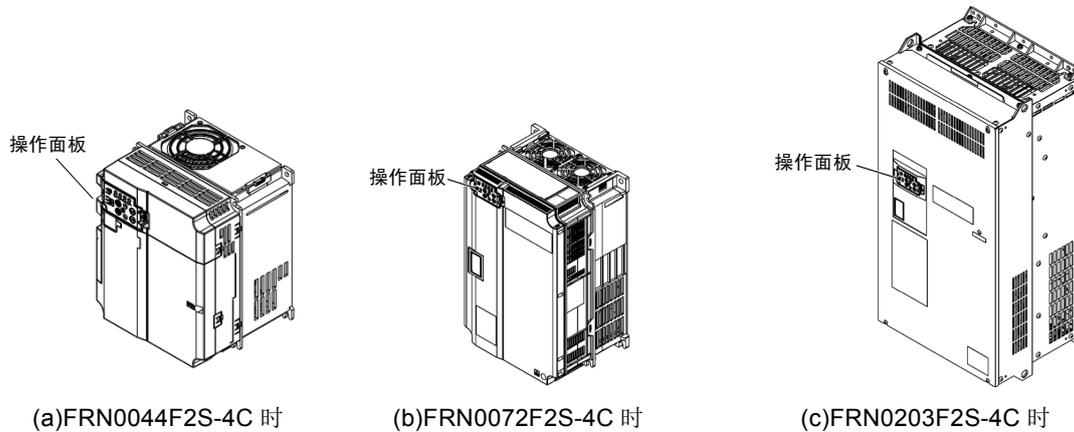

图 2.3-1 将操作面板安装至变频器主体时
- 安装至变频器主体（参考图 2.3-1 (a)、(b)、(c)）